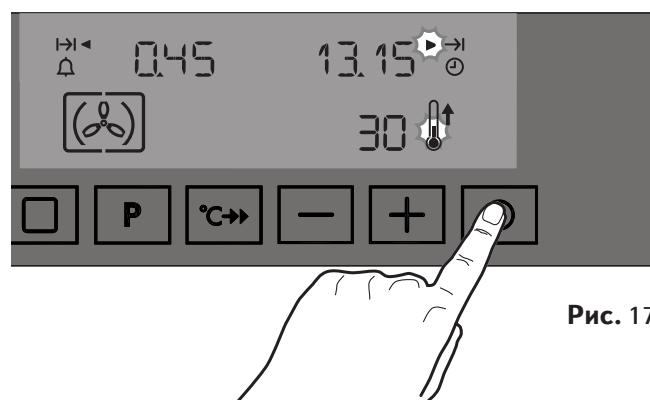

Рис. 17
2. Два раза коснитесь клавиши “Функция времени” : при этом символ  замигает рядом с символом “Окончание времени приготовления”  (Рис. 17).